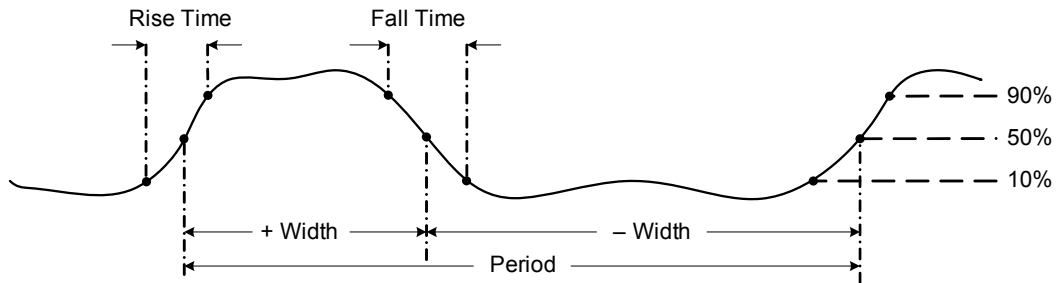

Figura 2-26 Definición de frecuencia
- La frecuencia es el número de ciclos que una señal completa cada segundo. La frecuencia se define como 1/Período. Período se define como el tiempo entre los cruces de umbral medio de dos bordes consecutivos, de polaridad, como se muestra en la Figura 2-26.